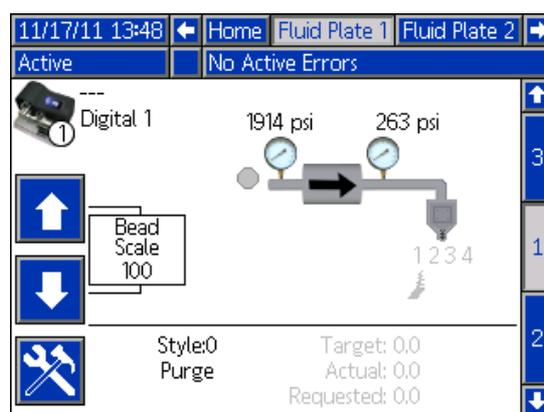

FIG. 33
- Registrazione il volume erogato in Fluid Plate x (Piastra del fluido x), schermata 1. Vedere FIG. 33 a pagina 47.
4. Registrare il volume erogato in Fluid Plate x (Piastra del fluido x), schermata 1. Vedere FIG. 33 a pagina 47.